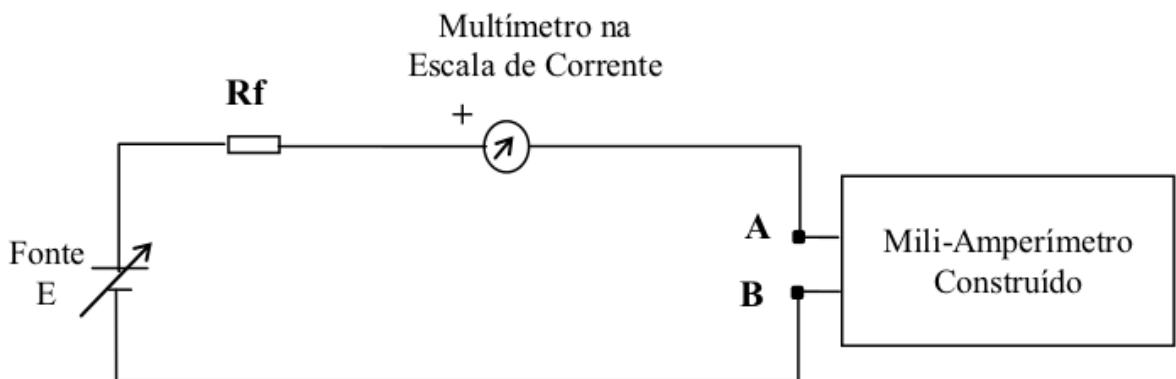

Figura 11: Montagem para aferição do miliamperímetro construído.
3. Acople-o a uma fonte por meio de uma resistência R_f (sugestão: $R_f = 100\Omega$), de forma a obterem-se correntes de 0 a 100 mA, seguindo o ilustrado na figura 11 (note-se a presença do multímetro comercial na escala de corrente).